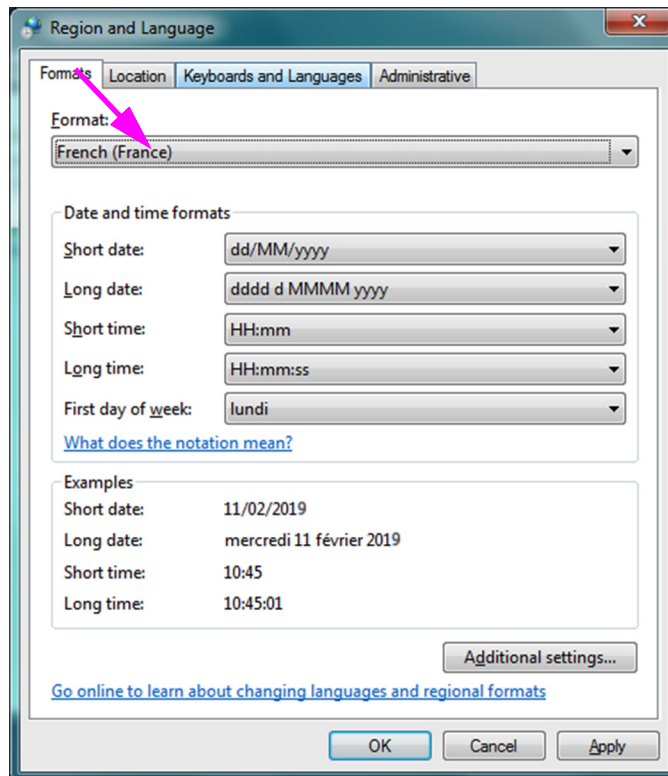

Figura C-5. Schermata Region and Language (Paese e lingua) con la nuova lingua visualizzata
7. Dopo avere selezionato la nuova lingua, l'elenco a discesa si chiude e la nuova lingua selezionata appare nella casella di riepilogo Format (Formato). Nell'esempio mostrato, la lingua selezionata è **French (Francese)**. La schermata Region and Language (Paese e lingua) mostrerà ora French (France) [Francese (Francia)] nella casella di riepilogo Format (Formato) (vedere la Figura C-5).